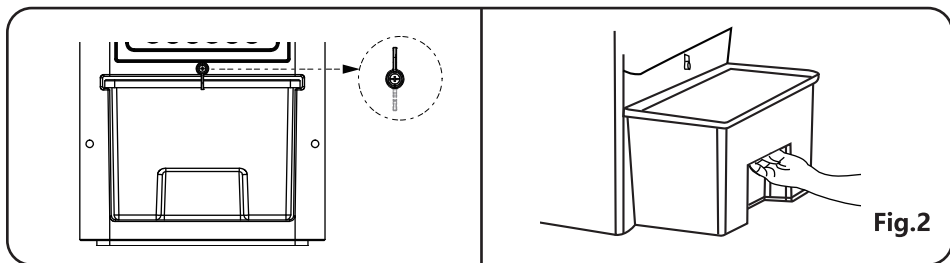
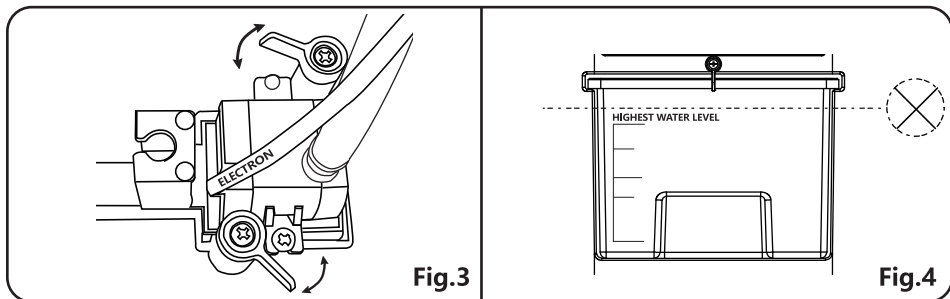

Fig.2
Fig.3
a. Avant de faire fonctionner l'appareil en mode rafraîchissement, tournez le petit bouton, retirez le réservoir d'eau et assurez-vous que la soupape d'échappement du réservoir est correctement fixée. Ensuite, remplissez le réservoir avec de l'eau propre en veillant à ne pas dépasser le niveau maximum indiqué. (Fig. 2/ Fig. 3/ Fig. 4)